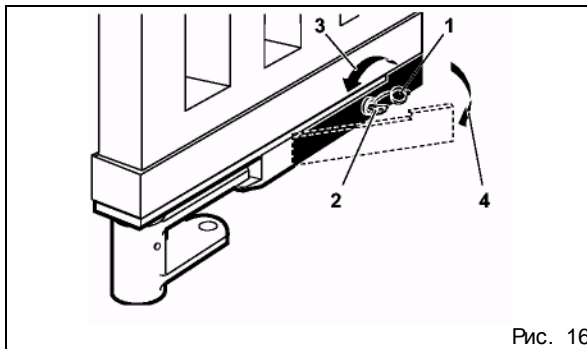

Рис. 16
- Отодвинуть лепесток замка (рис. 16, поз. 1).
- Вставить ключ в замок (рис. 16, поз. 2).
- Повернуть ключ в направлении стойки ворот до упора (рис. 16, поз. 3).
- Оттянуть рычаг в сторону (рис. 16, поз. 4).
- Вставить в замок ключ и повернуть его в направлении от стойки ворот до упора (рис. 16, поз. 2).